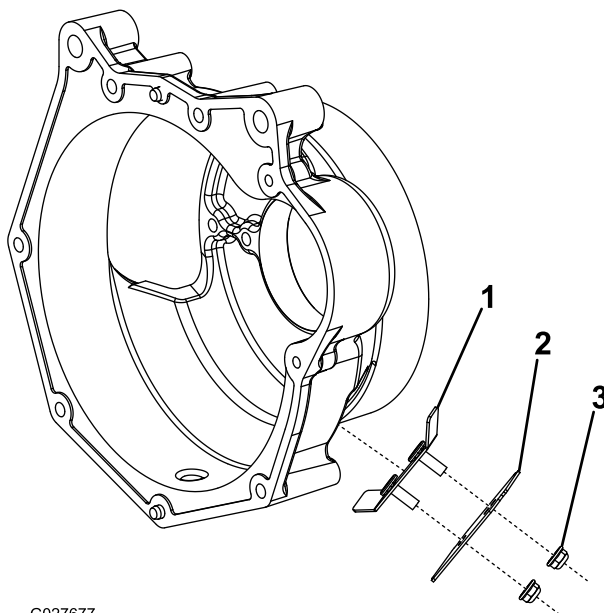

Figure 2
6. Insérez les languettes latérales de la protection intérieure dans la cloche d'embrayage du moteur (Figure 2).
7. Fixez la protection extérieure à la protection intérieure au moyen de 2 écrous à embase (Figure 2).